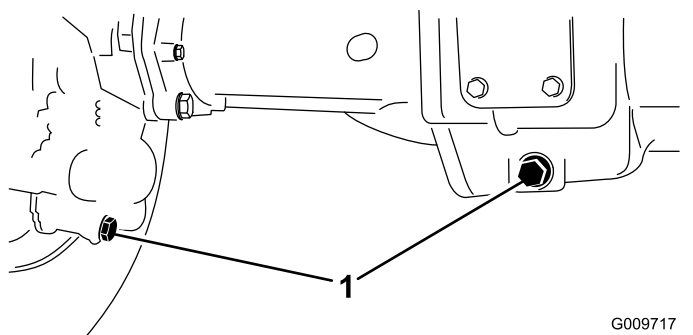

Bild 42
2. Reinigen Sie den Bereich um die drei Ablassschrauben, d. h. jeweils eine an beiden Enden und eine in der Mitte (Bild 42).